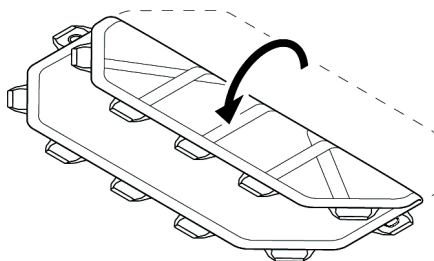

Figure 5
1. Replier chaque côté long vers le centre du drap de transfert, comme le montre les Figures 5 et 6.